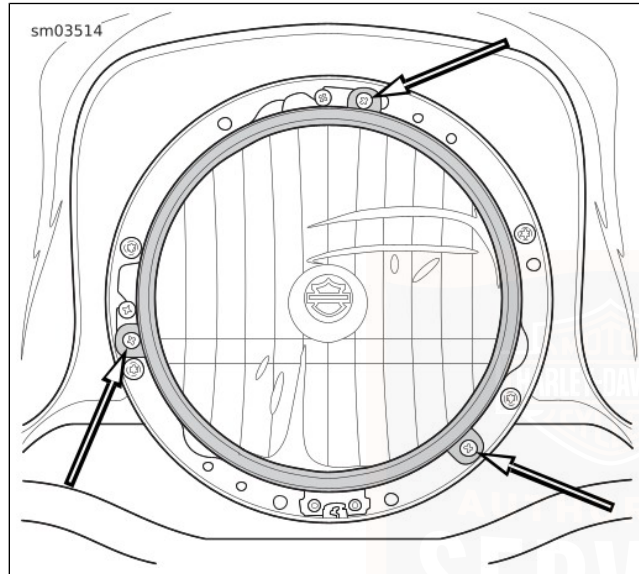

Abbildung 62. Scheinwerfer-Sicherungsschrauben (ty-pisch)
2. Siehe Abbildung 62. Die Schrauben entfernen, mit denen die Scheinwerferbaugruppe befestigt ist.